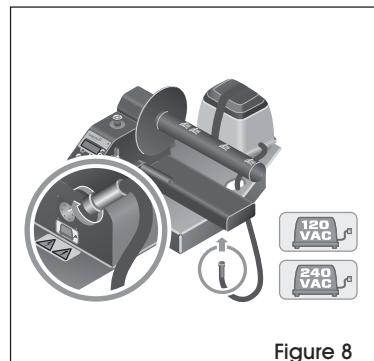

Figure 8
9. Inclinez l'appareil et insérez le cordon d'alimentation de la pompe à air dans la fiche codée. Tournez pour verrouiller. (Voir Figure 8)